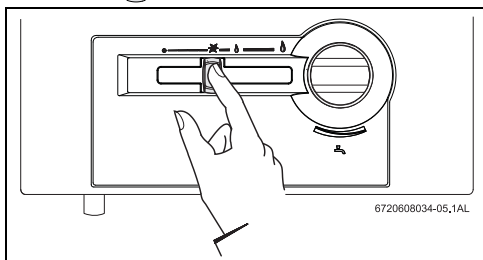

Рис. 3
- ▶ Регулятор мощности из положения Выкл. передвинуть в положение розжига (→ рис. 3).